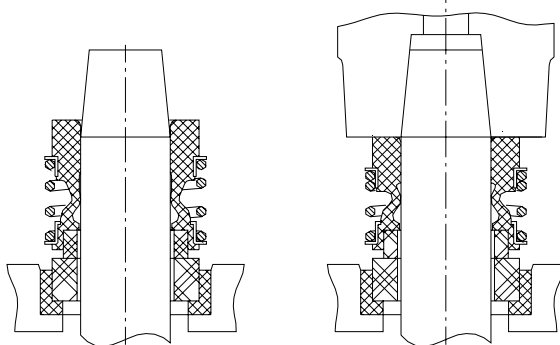

fig. 2.17
Maak het roterende gedeelte van de mechanische asafdichting vochtig met een zeepoplossing. Schuif het geheel nu zo ver mogelijk met de hand op de as. Bij grootte 20 mm (fig.2.17) kan vervolgens de waaier gemonteerd worden. Bij elke andere grootte (fig.2.18) moet eerst de asborgring (546) aangebracht worden.